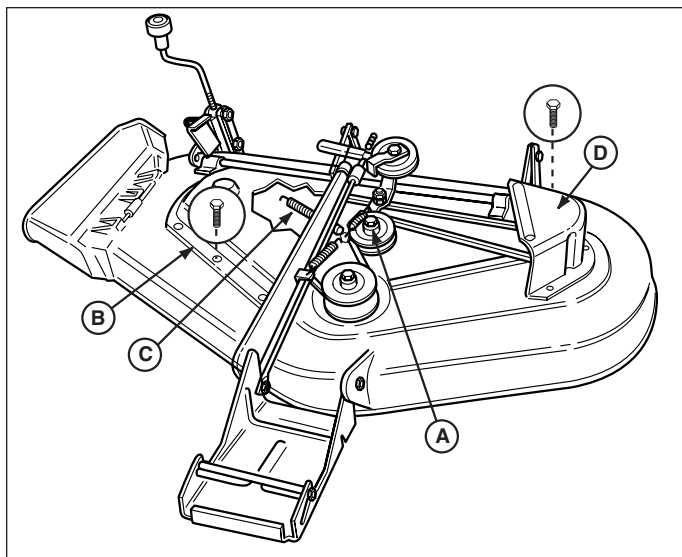
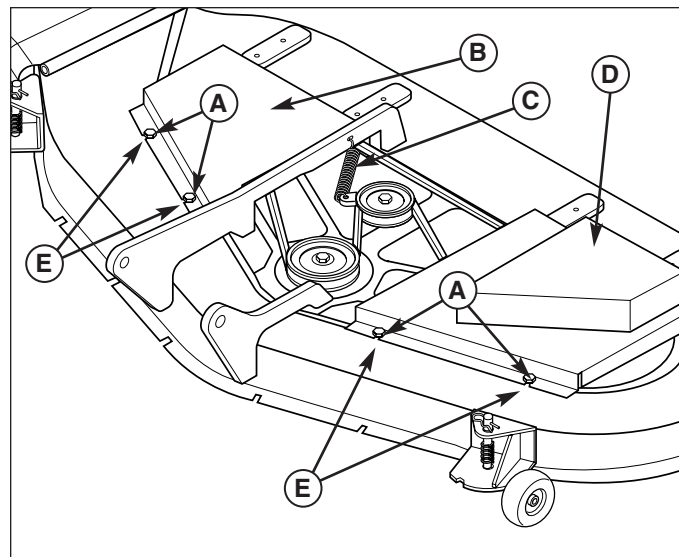

Figure 55. Tondeuse - Modèles de 112 et 127 cm
Figure 56. Tondeuse - Modèles de 137 cm
3. Retirer les boulons de fixation du carter d'arbre de droite (B, figure 55). Retirer les trois boulons de fixation du carter d'arbre de gauche (D).
3. Retirer la courroie de la PDF. Retirer les vis auto-taraudeuse (A, figure 56) maintenant les carters de courroie et déposer les carters de courroie (B, D).
4. A l'aide d'une pince-étau ou d'un extracteur, dégager le ressort du galet tendeur (C, figures 55 et 56) de la fente de la tondeuse.
5. Desserrer le boulon (A, figure 55) de fixation du galet tendeur sur le support. La courroie peut maintenant être passée entre le galet et le moyeu du tendeur.
7. Resserrer le boulon (A, figure 55).
8. Remettre le ressort (C, figures 55 et 56) en place dans la fente de la tondeuse.
9. Remonter les carters d'arbre droit et gauche (B et D, figures 55 et 56). **Modèles de 137 cm** : afin d'avoir un dégagement approprié de carter de courroie, s'assurer que les encoches d'alignement (E, figure 56) sont centrées sur les vis auto-taraudeuse (A).